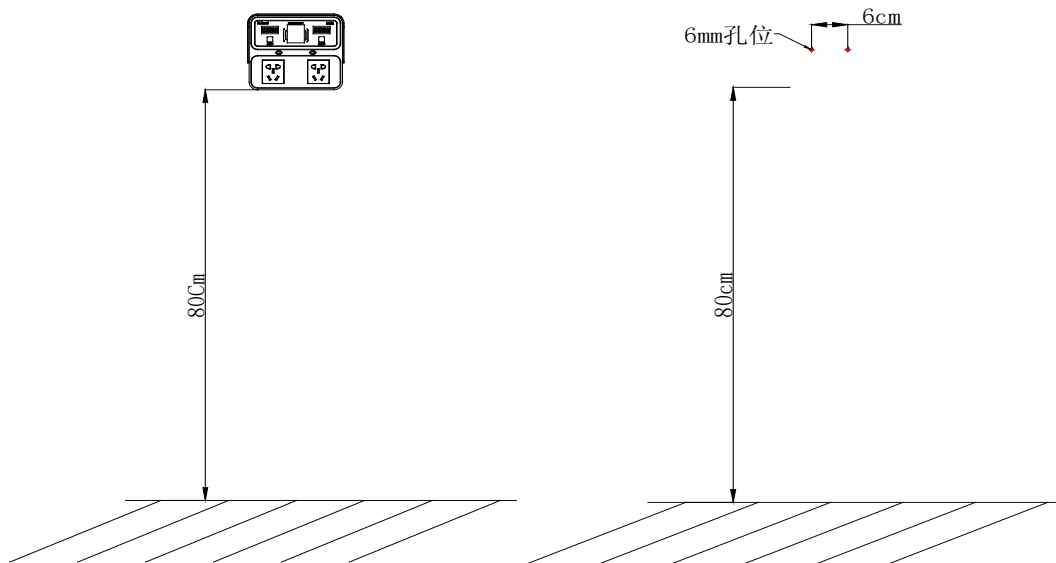

图 18
- (2) 设备安装位置距离地面约为 80CM 高，用记号笔把设备的 2 个固定孔画好，固定孔间距为 6cm，如图 18 所示。